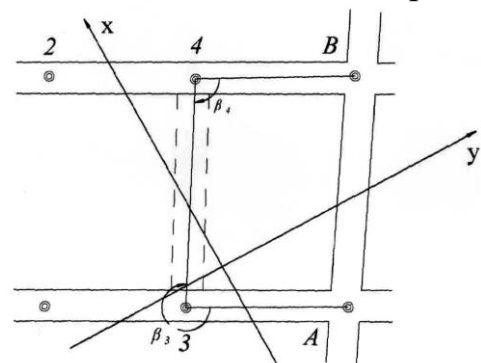

Рис. 3. Схема задания направления при сбойке встречными забоями
- углы для задания направлений встречным забоям (см. рис.3);